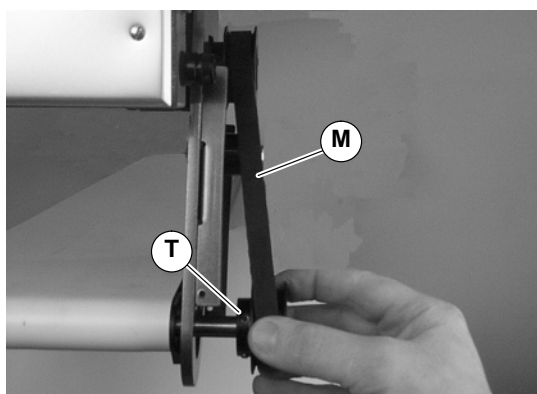

Abbildung 17
HINWEIS: Falls der Zahnriemen nicht über die Zahnscheibenflanke gleitet, die Madenschrauben der Abtriebszahnscheibe (T siehe Abbildung 17) lösen, und Zahnscheibe samt Riemen abnehmen. Für erneute Installation siehe Schritte 5 bis 8 auf Seite 5.
4. Zahnriemen (M siehe Abbildung 17) entfernen.